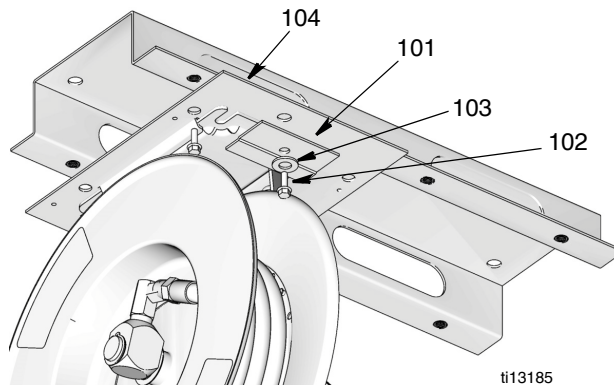

Рис. 14
3. Снимите стяжной винт (102), шайбу (103) и прижимную плиту (101). Затем выдвиньте шланговый барабан из опорной плиты (104) (Рис. 14).